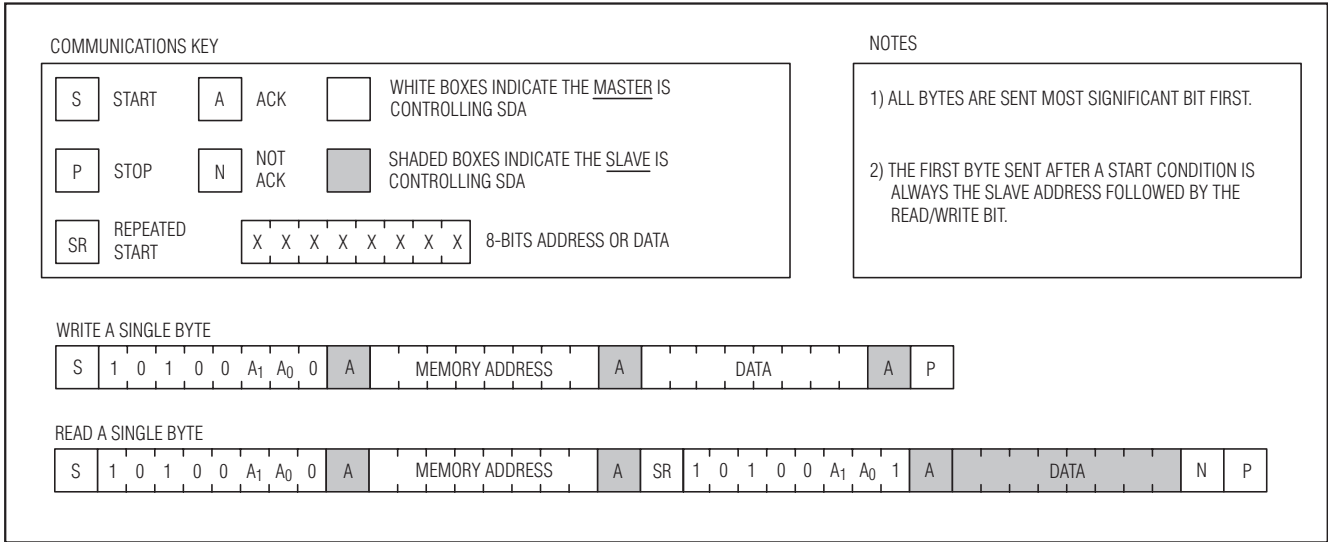

图11. I2C通信范例
**向从机写入一个数据字节：**主机必须产生一个开始条件、写从机地址字节(R/ $\bar{W}$  = 0)、写存储器地址、写数据字节，并产生停止条件。值得注意的是：在所有写字节操作期间，主机必须读取从机的应答信息。详细信息请参考图11。
**从从机读取数据：**为了从从机读取单字节，主机必须产生一个开始条件、写从机地址字节(R/ $\bar{W}$  = 0)、写存储器地址、产生一个重复开始条件、写从机地址字节(R/ $\bar{W}$  = 1)、读取数据字节并用NACK指示传输结束，最后产生停止条件。更多信息请参考图11。